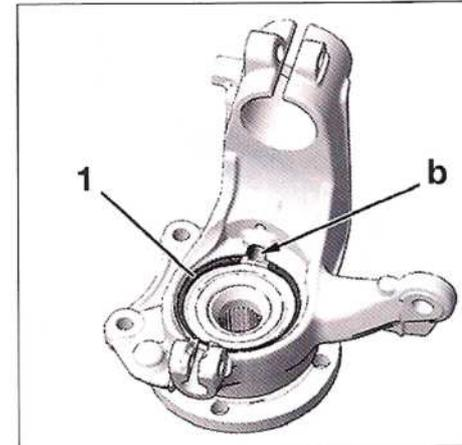

FIG. 40
- Montar el anillo de seguridad nuevo (1) de dirección del rodamiento en su alojamiento (Fig.40).
Tener cuidado de no taponar el espacio "b" (Fig.40).